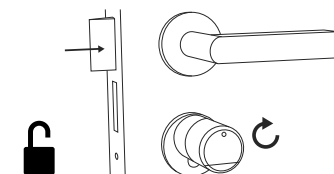
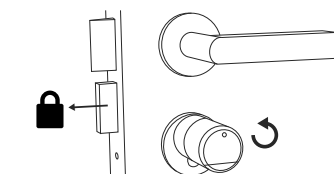

Fig. 9
Fig. 10
- 3 Se l'impronta digitale inserita è corretta, il simbolo di stato del cilindro (⊙) si accende e la porta può essere sbloccata (Fig. 9) o bloccata (Fig. 10).